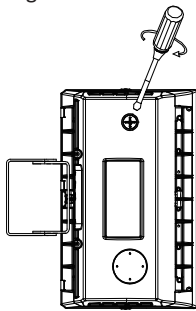

figure 18
- Étape 1 : à l'aide d'un tournevis, ouvrir le bouchon métallique dans le sens contraire des aiguilles d'une montre, puis glisser l'interrupteur vers le haut et vers le bas pour régler le contrôleur de puissance ou le contrôleur de TCP, selon vos besoins (figure 18) ;